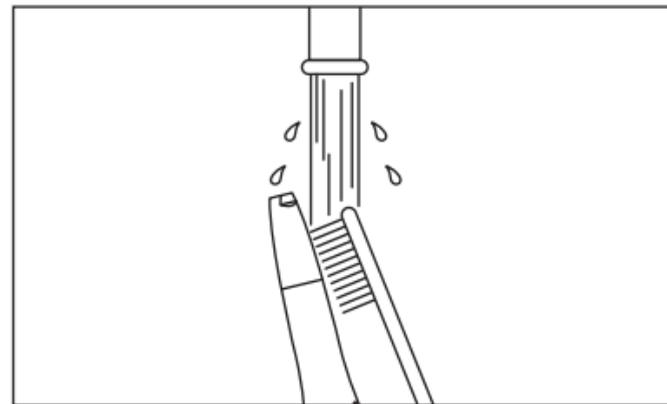

Fig. 11
- 1) Nettoyez la surface externe de la pièce à main à l'aide d'une brosse à dents à poils souples pendant 15 secondes ou plus. (Fig. 11)